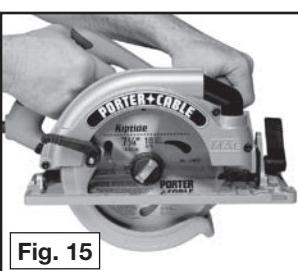

Fig. 15
**! AVERTISSEMENT** Pour la protection maximale, cette scie puissante doit toujours être tenue à deux mains. Il importe de supporter l'ouvrage adéquatement et de tenir la scie fermement afin de prévenir une perte de contrôle qui pourrait causer des blessures. Voir la fig. 15 pour la manière appropriée de tenir l'outil.